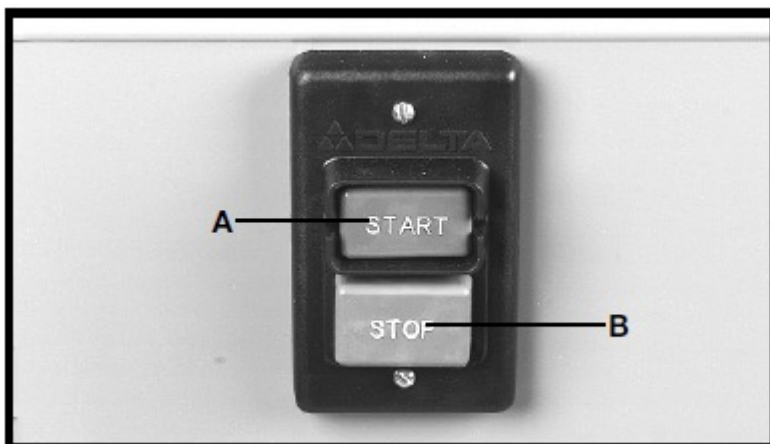

Рис. 17
Для включения станка нажать зелёную кнопку START (A), рис. 17. Для отключения станка нажать красную кнопку STOP (B).